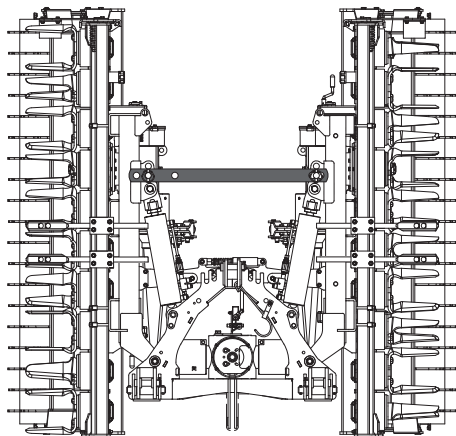

FIG. 29 Stange für den Transport eingesetzt
- Sicherheitsstange korrekt zwischen den zwei Eggenkörper eingesetzt (Fig. 29):
- Die Sicherheitsstange zwischen den zwei Eggenkörper einsetzen (Fig. 29)